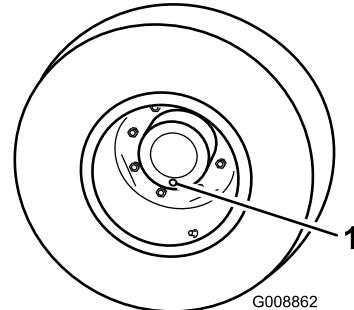

Figure 63
3. Tournez les roues jusqu'à ce que le bouchon de contrôle/vidange (Figure 63) soit en bas.